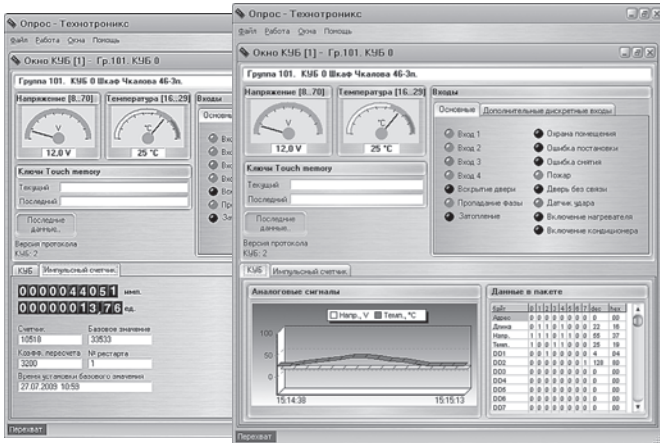

Рис. 4. Окна КУБ-Микро: данные по счётчику электроэнергии, температуре, напряжению, состоянию входов и др. в режиме реального времени.
- в составе АПК «ЦЕНСОР-ТехноТроникс» (см. рис. 4, 5);